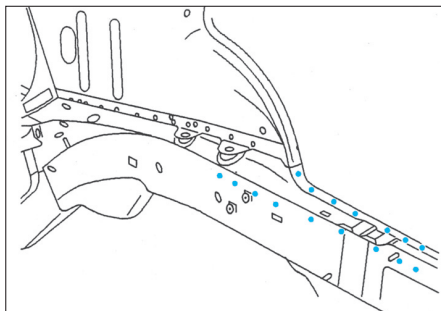

FIG. 45
- Souder par points électriques (Fig.45).